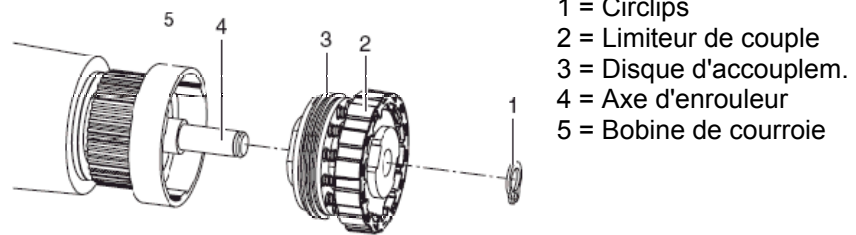

Figure 9
3. Enlever le circlips (1).
4. Enlever l'accouplement et/ou le frein (2) de l'axe d'enrouleur (4, dans la Figure 9).